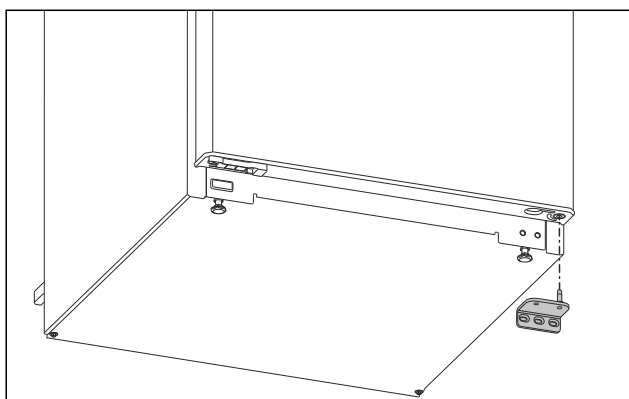

Fig. 5
- Retirer le support de palier vers le bas. (voir Fig. 5)